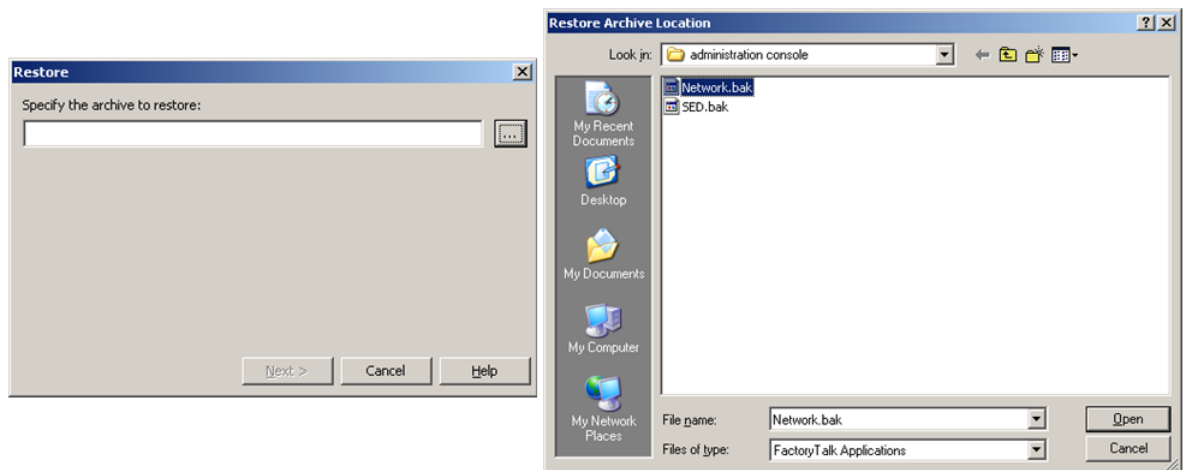

Figura 23. Selección y Restauración Archivo Network.bak
- En la ventana emergente de Click sobre el explorador (...) para ubicar el directorio en el cual se encuentra el archivo Network.bak; ubicado en la ruta *C:\BACKUP HMIAAdministration Console*, archivo que contiene el BackUp del FactoryTalk Network Directory, de acuerdo a lo mostrado en la Figura 23.